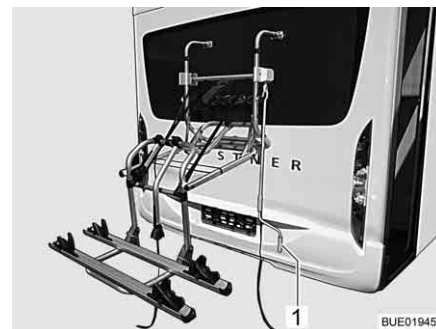

Fig. 3 Portabici, abbassato
- Attaccare la manovella (Fig. 3,1) al portabici e abbassare il portabici all'altezza utile.